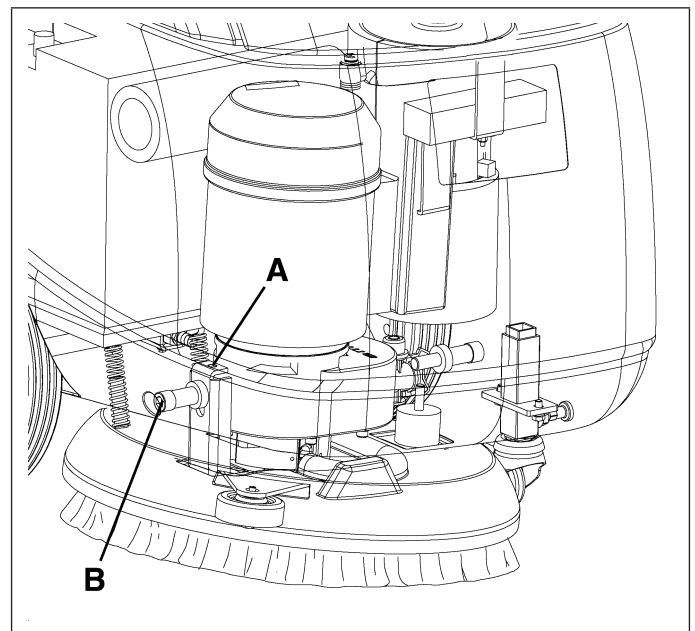

Figure 29
2. Efectuar el ajuste de la velocidad de marcha de la máquina mediante el tornillo (A, Fig. 29) efectuando el procedimiento siguiente:
- aflojar el tornillo (B, Fig. 29), en el lado derecho de la máquina, girándolo en sentido antihorario;
- girar el tornillo de ajuste (A, Fig. 29) en sentido antihorario para aumentar la velocidad de marcha de la máquina;
- girar el tornillo de ajuste (A, Fig. 29) en sentido horario para disminuir la velocidad de marcha de la máquina;
- una vez efectuado el ajuste, enroscar el tornillo (B, Fig. 29).